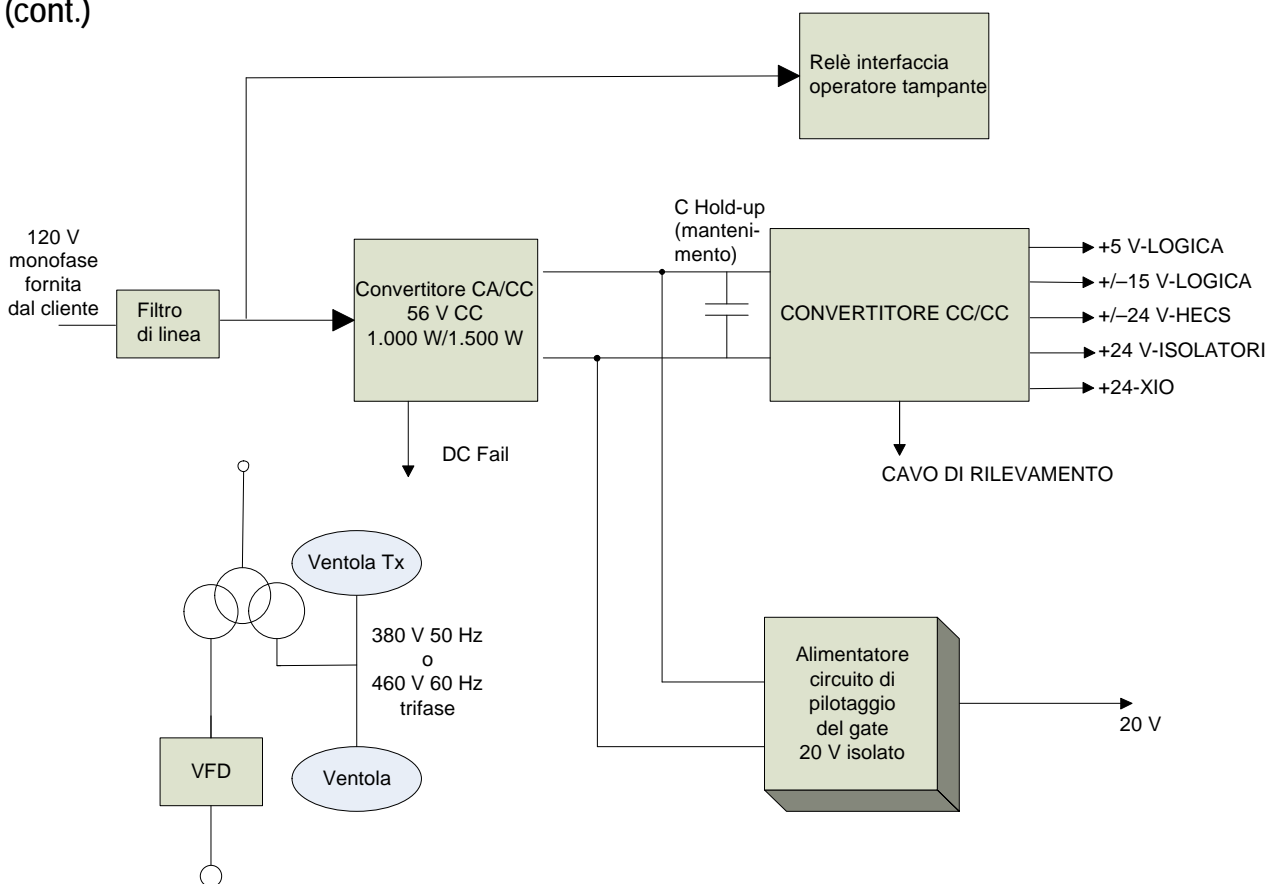

Figura 4.29 – Raddrizzatore AFE con trasformatore di isolamento integrato (Configurazione 3)
– fare riferimento alla Figura 4.29
La Figura 4.29 illustra la distribuzione della alimentazione di controllo per gli inverter AFE con trasformatore integrato ed avviatore remoto.